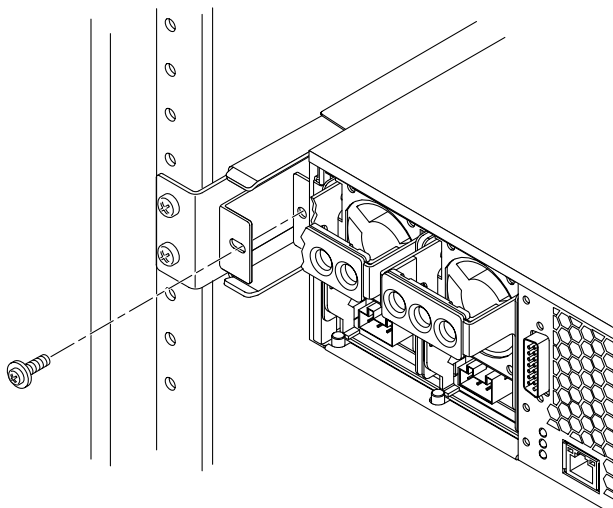

FIGURE 3-21 Fixation de l'arrière du serveur aux brides arrière
16. Repoussez le serveur jusqu'à ce qu'il repose tout contre les brides arrière, puis utilisez une vis SEM M5 × 10 (une pour chaque bride arrière) pour fixer la bride à l'arrière du serveur (FIGURE 3-21).